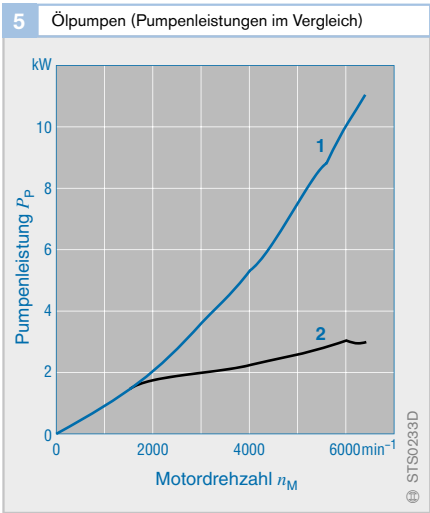

Bild 5
Bild 5 zeigt die Leistungskennlinien einer Zahnradpumpe (1) und einer Radialkolbenpumpe (2) im Vergleich. Möglichkeiten zur Optimierung im Bereich der Ölpumpe bieten ein verstellbarer Durchfluss oder ein regelbarer Pumpendruck: